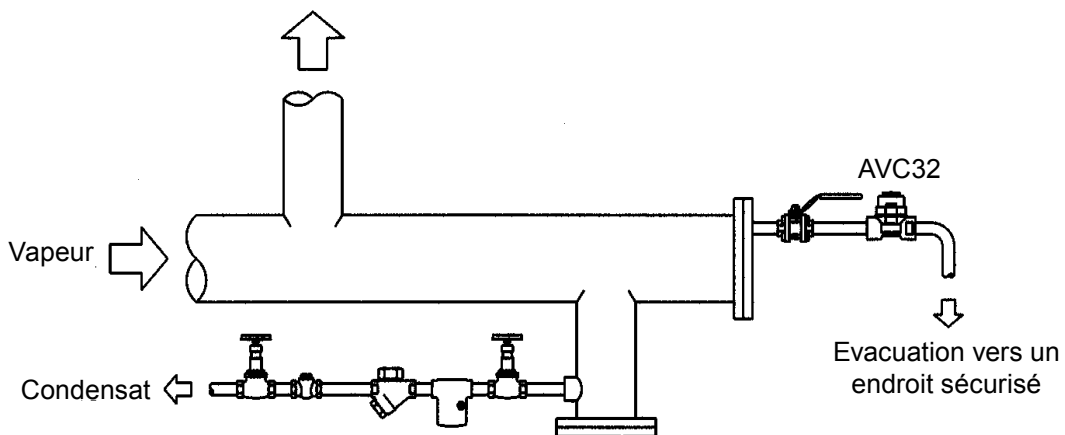

Fig. 2
- 3.4 L'AVC32 doit être installé avec la capsule dans un plan horizontal et le chapeau à la partie supérieure. Il doit être positionné en point haut d'une ligne vapeur ou sur un réservoir de collecte d'air. L'évacuation doit s'effectuer vers un endroit sécurisé (voir figures 2 et 3).